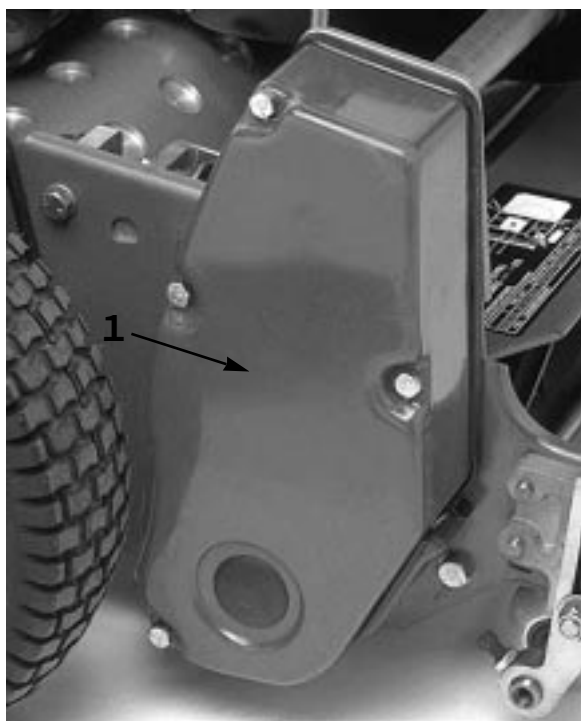

図 34
1. ベルト・カバー固定ネジを取り、カバーを外して、ベルトを露出させる (図34)。